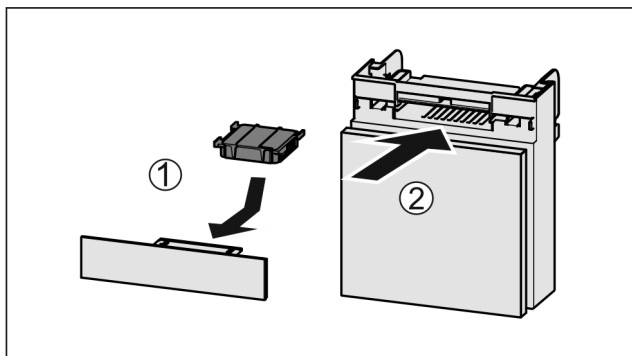

Fig. 173
- ▶ Sett inn Fig. 173 (1) aktivkullfilteret etter figuren.
- ▶ Skyv inn Fig. 173 (2) hyllen.